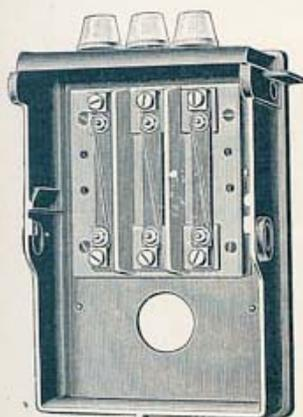

Fig. 561
**COUPE-CIRCUITS 7BIS E (fig. 561)**